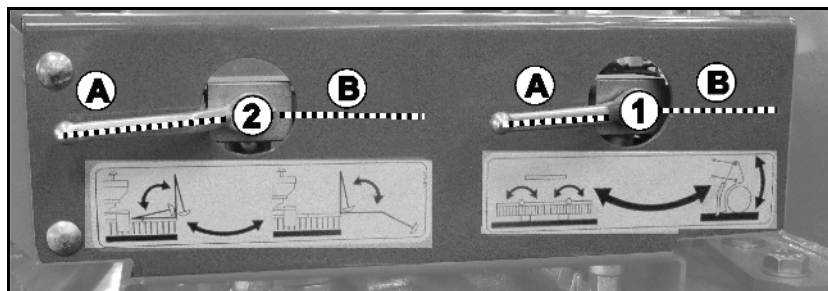

Fig. 99
1. Kugelhahn (Fig. 99/1) in Position **B** bringen.
5. Kugelhahn (Fig. 99/2) in Position **A** bringen.
8. Kugelhahn (Fig. 99/1) in Position **A** bringen.